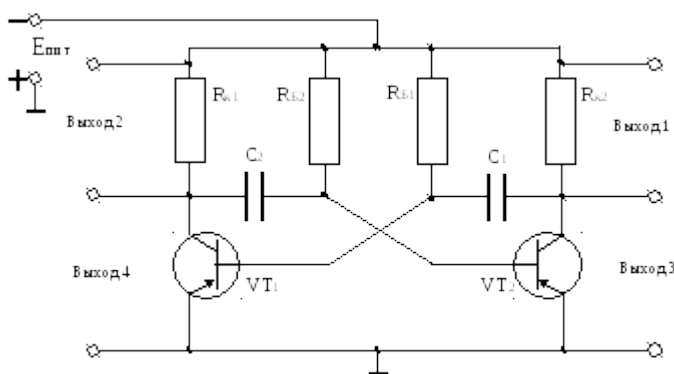

Рис. 8.2. Схема лабораторной установки
1. Ознакомиться с лабораторным стендом (схема на рис.8.2) и принципом работы мультивибратора. Записать технические характеристики электроизмерительных приборов, используемых в работе в таблицу 8.1.